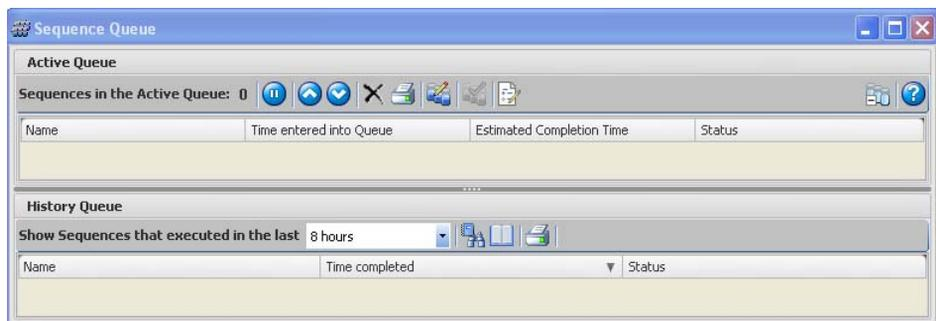

Abbildung 6 Sequenzkette
- 5 Gehen Sie zu **View > Sequence Queue**, um den Fortschritt der Sequenzen in der Sequenzkette einzusehen (Abbildung 6).